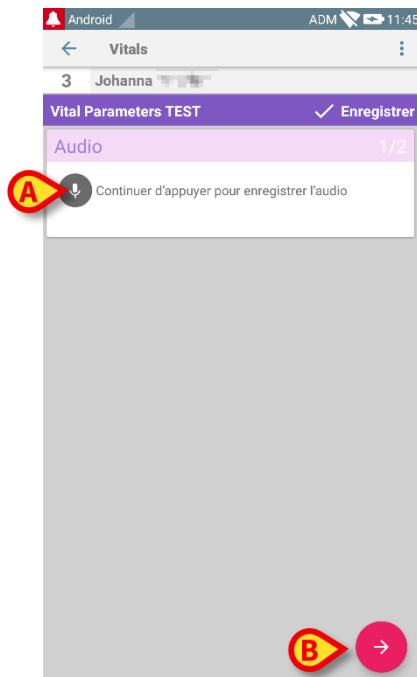
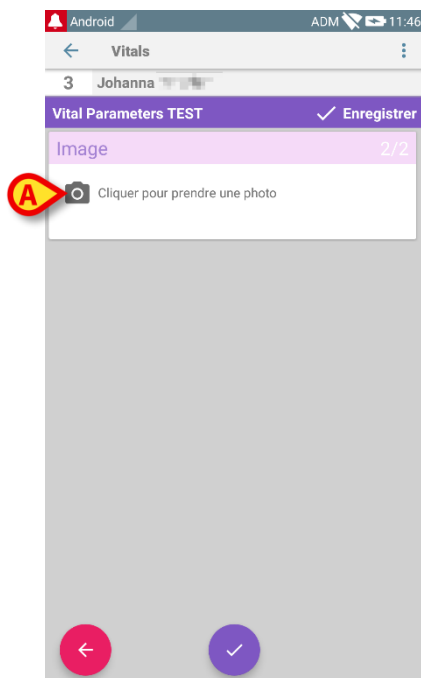

Fig 60
Fig 63
L'écran suivant s'ouvrira, permettant d'enregistrer un fichier audio (Fig 60).
- maintenir enfoncé le bouton indiqué sur la Fig 60 **A**.
- taper sur l'icône  dans le coin inférieur droit de l'écran (Fig 60 **B**). L'écran suivant s'ouvrira (Fig 63)
- Taper sur l'icône indiquée sur la Fig 63 **A** pour activer l'appareil photo (Fig 64).
2. garder la photo et revenir à la page d'acquisition de photos (Fig 63) ;
3. supprimer la photo et revenir à la page d'acquisition de photos (Fig 63) ;